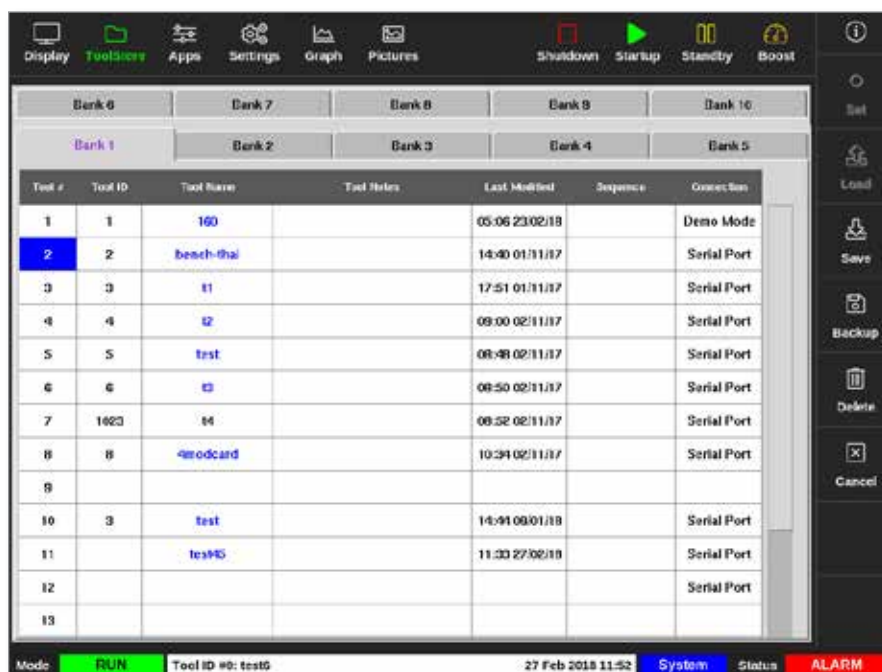

Figure 6-15 Výběr nástroje k zálohování
2. Vyberte nástroj, který chcete zálohovat. Viz Figure 6-15.